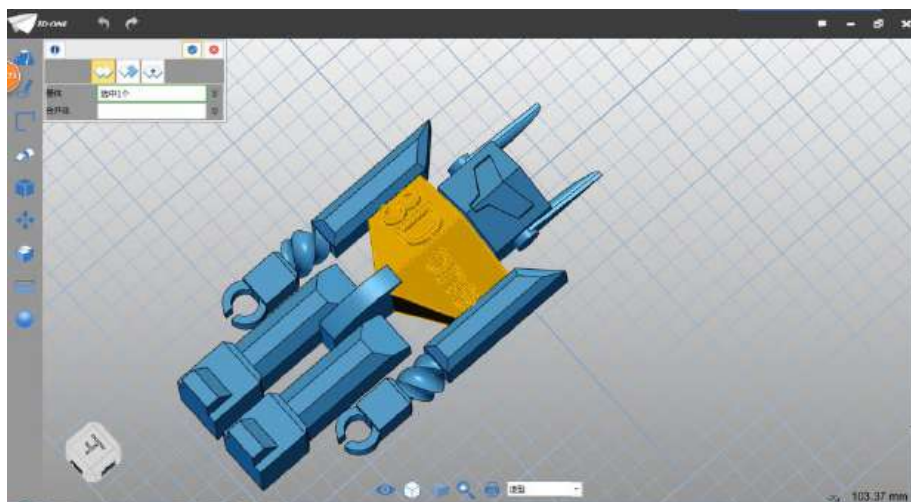

图 5-2
Step 2 选择组合命令 , 集体选择身体部分，如下图 5-2 所示：